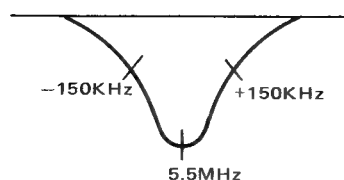

Fig. 30 Abb. 30
2. Adjust T104 so that 5.5MHz marker is centered as in fig. 30.
2. T104 so abgleichen, daß die 5 MHz-Marke in der Mitte der Kurve liegt (s. Abb. 30).